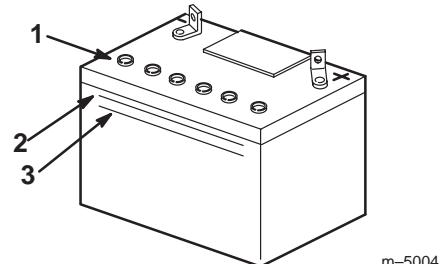

Bild 19
- Sehen Sie sich die Seite der Batterie an. Der Füllstand muss bis zur oberen Linie reichen (Bild 19).
Hinweis: Der Säurestand darf nicht unter die untere Linie fallen (Bild 19).
3. Nehmen Sie die Entlüftungsdeckel von der Batterie ab (Bild 19).
4. Gießen Sie langsam destilliertes Wasser in jede Batteriezelle, bis der Säurestand die obere Linie (Bild 19) am Batteriegehäuse erreicht.
5. Warten Sie nach dem Füllen der Batteriezellen fünf bis zehn Minuten. Gießen Sie bei Bedarf destilliertes Wasser in jede Batteriezelle, bis der Säurestand die obere Linie (Bild 19) am Batteriegehäuse erreicht.